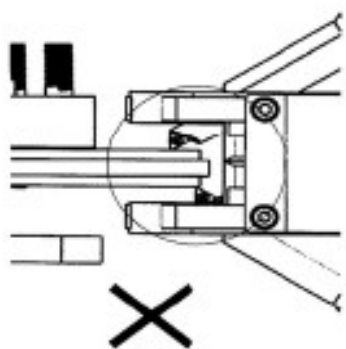

Fig. 32
- 4 — Перемещайте CL801 к середине тормозного диска пока осевая линия CL801 и тормозного диска не совпадут — рисунок 32 и 33. Перемещайтесь по центральной линии максимум на 2 мм по направлению внутренней стороны машины.